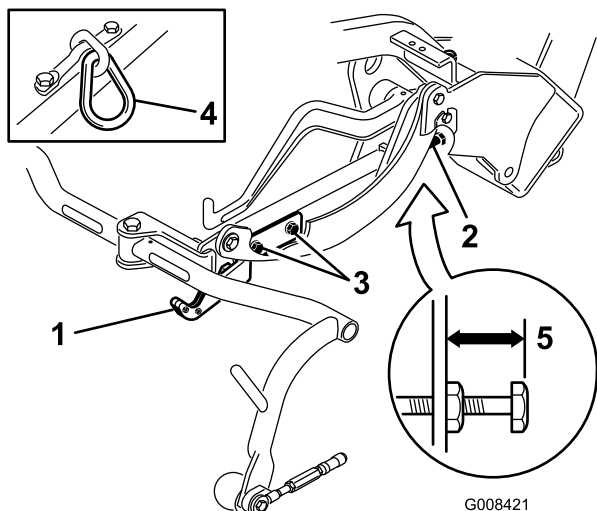
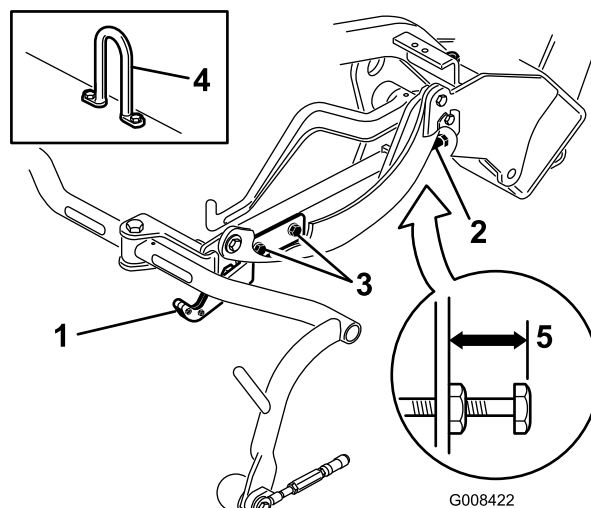
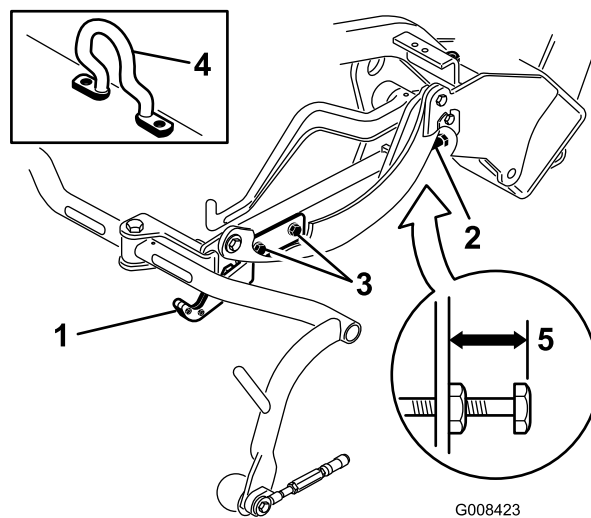

Figura 19
Figura 20
Figura 21
Controllate l'altezza di trasferimento (Figura 19 e Figura 20) e, se necessario, regolatela.
2. Sugli apparati di taglio dotati di anello o di gancio di sollevamento diritto (Figura 19 e Figura 20, da applicare), verificate che la distanza tra la parte superiore della vite di regolazione del telaio portante e la parte posteriore del telaio portante sia di 22 mm. Se la distanza non è di 22 mm, passate al punto 4. Se l'elemento di taglio è dotato di gancio di sollevamento sfasato (Figura 21), passate al prossimo punto.
3. Sugli apparati di taglio dotati di gancio di sollevamento sfalsato (Figura 21, da applicare), verificate che la distanza tra la parte superiore della vite di regolazione del telaio portante e la parte posteriore del telaio portante sia di 25 mm. Se la distanza non è di 25 mm, passate al punto 4.
4. Allentate le viti di montaggio della piastra di trasferimento (Figura 19, Figura 20 e Figura 21).
7. Se i telai portanti non si trovano alla stessa altezza, allentate il controdado della vite di regolazione del telaio portante (Figura 19, Figura 20 e Figura 21). Ruotate la vite, svitandola per sollevare il telaio e avvitando per abbassarlo. Una volta ottenuta l'altezza desiderata, serrate il controdado.